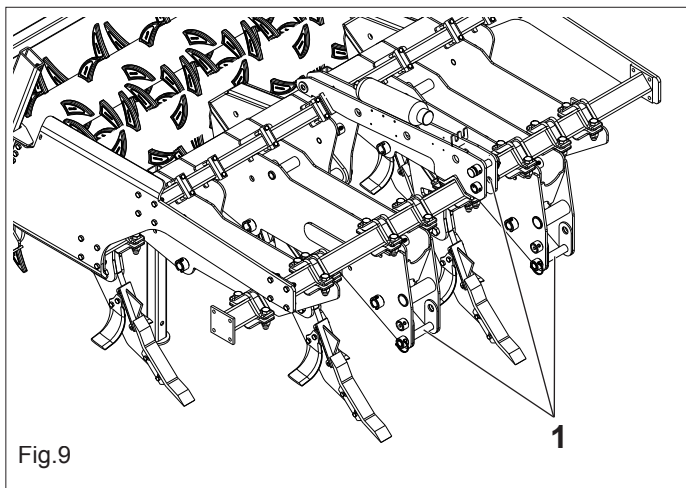

Fig.9
- 1) Enganchar las barras del elevador en los pernos predispuestos (1 Fig.9). Bloquear con el pasador de muelle.